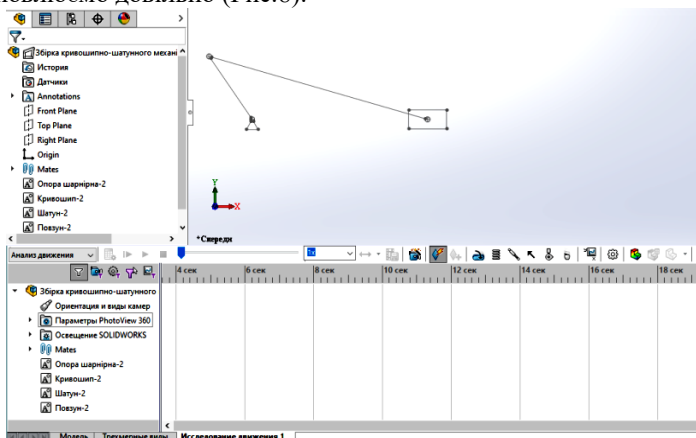
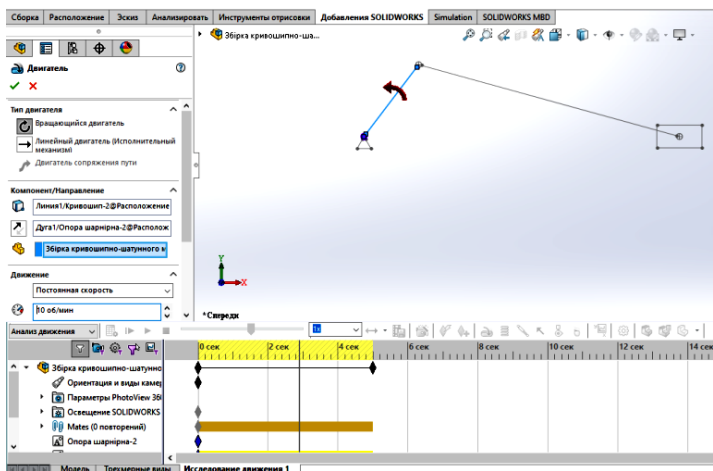

Рис.6. Вікно Аналізу руху
Рис.7. Вікно налаштування двигуна
6. Активізуємо **SOLIDWORKS MOTION** і вибираємо зі списку типів дослідження **Аналіз руху**. На панелі **Менеджеру руху** стають активними потрібні нам кнопки (Рис.6). Натискаємо кнопку **Двигун**. У вікні (Рис.7) вибираємо вид двигуна **Обертювий двигун**, заповнюємо поля **Компонент/Напрямок**, **постійну швидкість**, **частоту обертання** задаємо $n=10 \text{ хв}^{-1}$ ($n = \omega * 30 / \pi$), враховуючи, що кутова швидкість $\omega_1 = 1,04 \text{ с}^{-1}$, та завершуємо операцію.